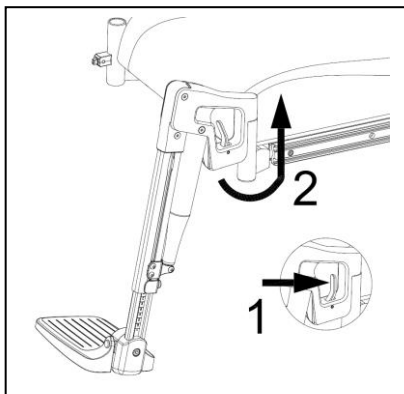

Abb. 6.2
3. Drehen Sie nach Möglichkeit die Beinstützen zur Seite weg (Abb. 6.2).